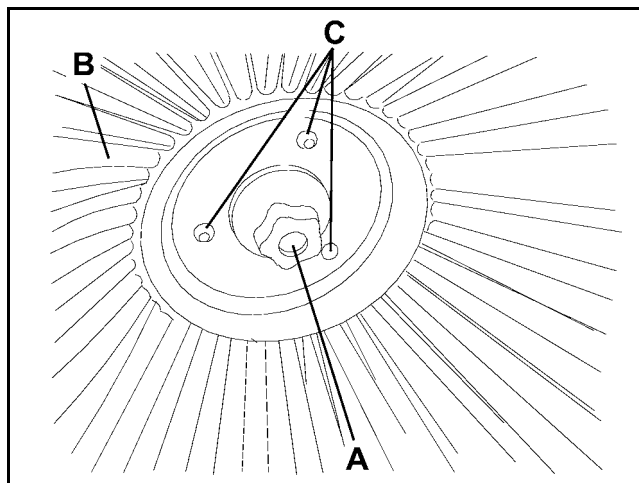

Figure 8
- Dévisser le pommeau (A, Fig. 8) dans le balai latéral, puis déposer le balai (B) en le dégageant des trois pivots (C).
- Installer le nouveau balai dans la machine en l'engageant dans les pivots (C), puis visser la poignée (A).